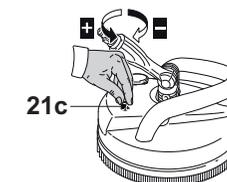

Fig. 19
3. Le mode d'aspersion du détergent se règle avec le régulateur (21c) (Fig. 19).